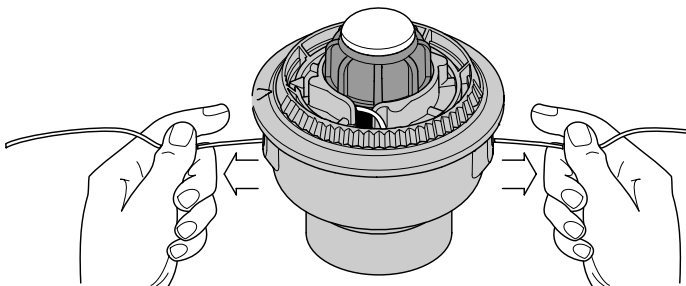

Fig. 19
9. Si el bobinado de la línea se torna dificultoso o la línea se enreda, tire de los extremos de la línea de la bobina. Continúe bobinando el carrete interior en sentido antihorario (Fig. 19).
4. Sostenga el carrete interior en su lugar e instale la botón de tope, el resorte y el sello de espuma presionando y girando la botón de tope en sentido horario. Tome los extremos y tire con firmeza para soltar la línea de las ranuras de fijación en el carrete interior (Fig. 19).
Si el SpeedSpool® no suelta línea en forma correcta, tire firmemente de los extremos de la línea de la bobina (Fig. 19). Si al hacer esto la línea no se suelta, siga las instrucciones de limpieza del SpeedSpool® a continuación.